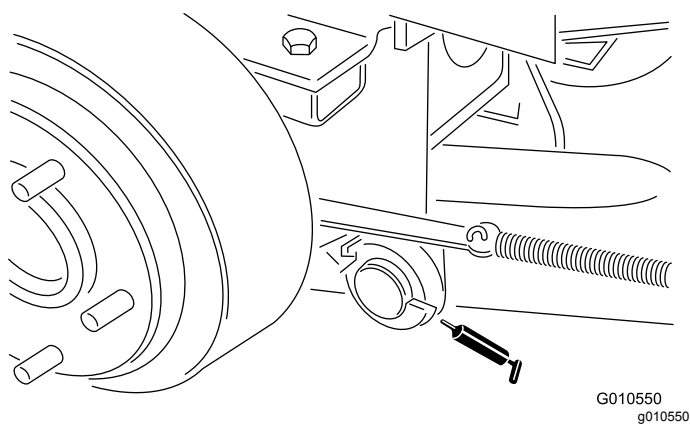

Figure 21
- Pivots de bras de levage arrière (Figure 21)